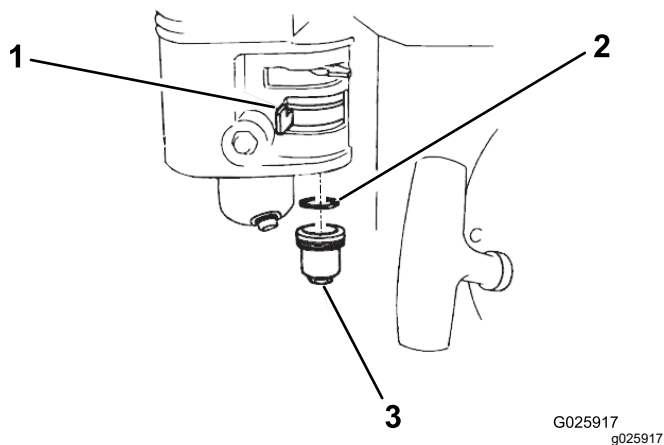

図 34
2. 燃料バルブを OFF 位置にする 図 34。
3. 異物収集カップとOリングを外す 図 34。
6. Oリングを燃料バルブにセットし、カップを元通りに取り付ける 図 34。異物収集カップを十分に締め付ける。